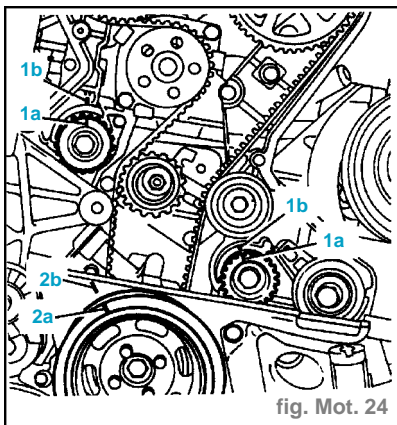

fig. Mot. 24
- Positionner les arbres d'équilibrages de sorte à ce que les crans situés sur les différentes poulies (1a) soient en alignement avec ceux situés sur les couvercles avant (1b) (fig. Mot. 24).